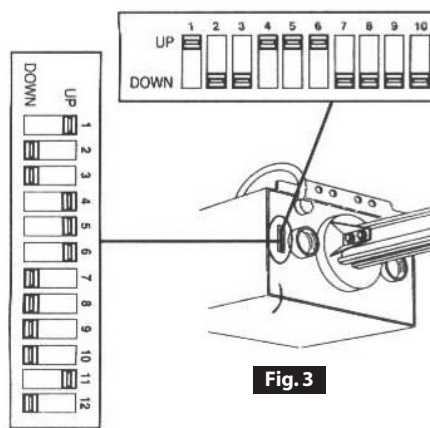

Fig. 3
- Paso 2-1** Localizar los interruptores de C3digo de Operador en el Operador de Puerta. **Fig. 3**